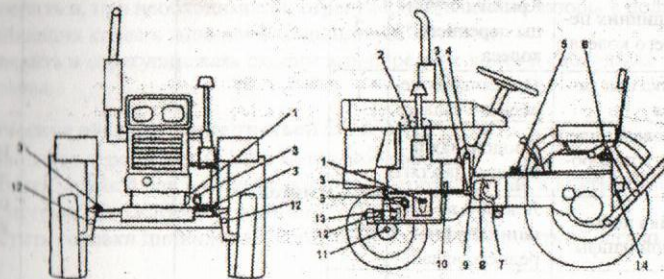

Рис. 4-1. Карта смазки трактора.
3. Произвести смазку в соответствии с картой смазки (рис. 4-1) и таблицей смазки (таблица 4-1).